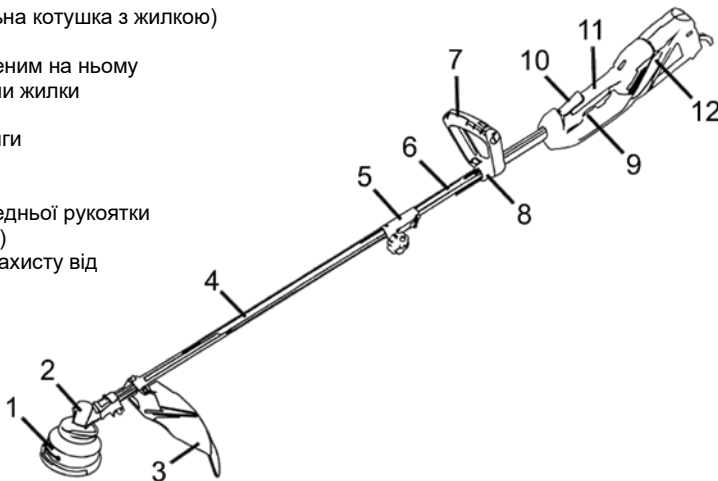
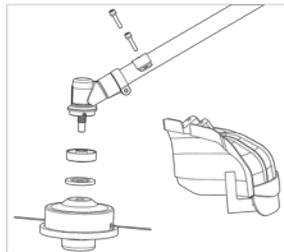
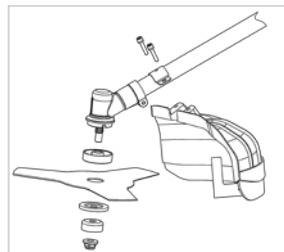

Рисунок 1
Рисунок 2
Рисунок 3
- встановіть передню рукоятку (7, рисунок 1) на верхній штанзі (6, рисунок 1) за допомогою призначених для цього кронштейнів і кріпильних елементів з комплекту постачання;
- вставте верхню частину нижньої штанги тримера (4, рисунок 1), орієнтуючи її стопорний штифт по отвору з'єднувального вузла (5, рисунок 1), в нижню частину верхньої штанги (6, рисунок 1) до щільного з'єднання і фіксації вала в призначеній втулці (якщо стопорний штифт не зафіксувався в отворі, злегка повертайте/переміщуйте нижню штангу, поки штифт не зафіксується в отворі). Затягніть смушкову гайку з'єднувального вузла (5, рисунок 1) для надійної фіксації з'єднання верхньої та нижньої частин виробу;
- встановіть захисний кожух (3, рисунок 1) на нижній штанзі за допомогою гвинтів і кронштейна (дивіться рисунок 2 або 3). Зніміть захист з ножа-обмежувача довжини жилки, встановленого на захисному кожусі;
- встановіть різальну котушку з жилкою (рисунок 2), або різальний ніж (рисунок 3) на шпindel редуктора;